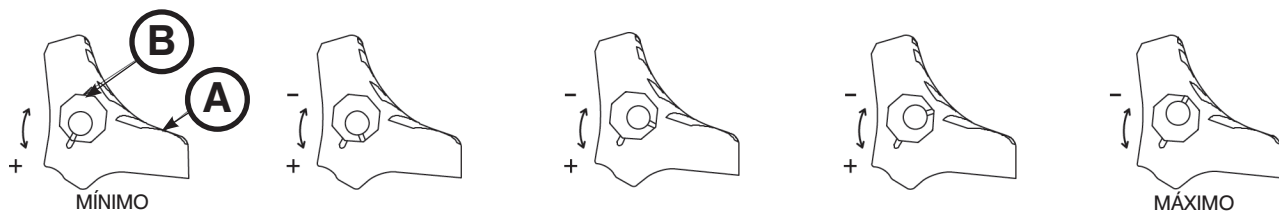

Figura 50: Ajuste de la fuerza de bloqueo de las ruedas
1. Con una llave hexagonal de 5/32" y una llave combinada de 7/16" o trinquete, extraiga el tornillo de cabeza hueca situado en el centro del pedal de freno. El freno se monta con el pedal ajustado al mínimo de la fuerza de freno. La señal en el pedal (A) se alinea con la señal en la pieza octogonal (B) (figura 50).
2. Extraiga la pieza (B). Gire el buje en sentido antihorario para incrementar la fuerza de freno del pedal y en sentido horario para disminuir la fuerza de freno. Inserte la pieza en el pedal (figura 50).